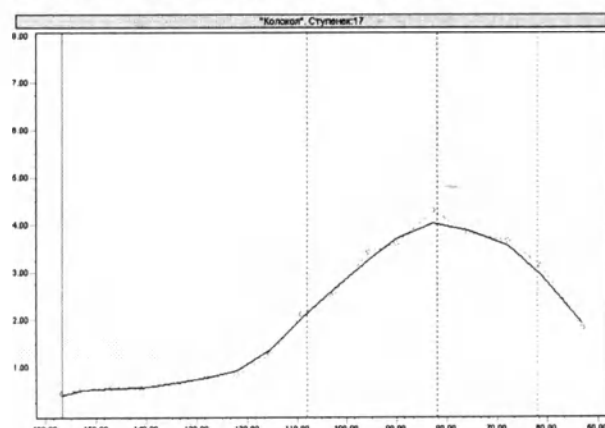

Рис. 11. Типовой «колокол» амплитуды пульсовых волн. Вертикальные линии соответствуют систолическому, среднему и диастолическому АД (слева направо).
- задача определения систолического и диастолического АД решается в приборе на основе специальных алгоритмов анализа формы кривой осциллометрических амплитуд - «колокола» (Рис. 11). Форма этой кривой, несмотря на то, что она изменяется от пациента к пациенту (а иногда и у одного пациента от минуты к минуте), оказывается чрезвычайно точным индикатором уровней артериального давления. Левая часть кривой позволяет определить систолическое АД, а правая - диастолическое.